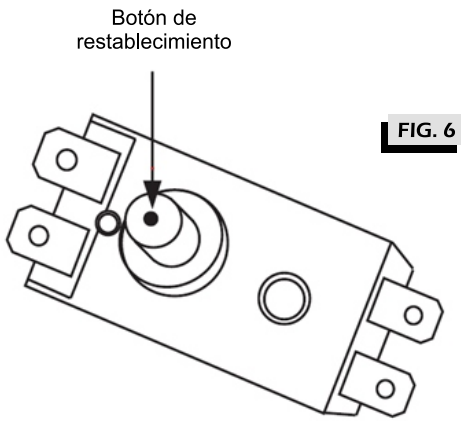

FIG. 6
2) Apriete el botón en el centro del termostato como se observa en la fig. 6